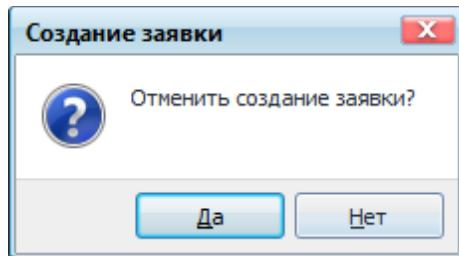

Рисунок 10.6 – Подтверждение отмены создания заявки
- кнопка «*Отмена*» предназначена для выхода из мастера создания заявки. Для подтверждения отмены создания заявки необходимо нажать на кнопку «*Да*» в появившемся диалоговом окне «Создание заявки» (Рисунок 10.6). В противном случае необходимо нажать на кнопку «*Нет*».